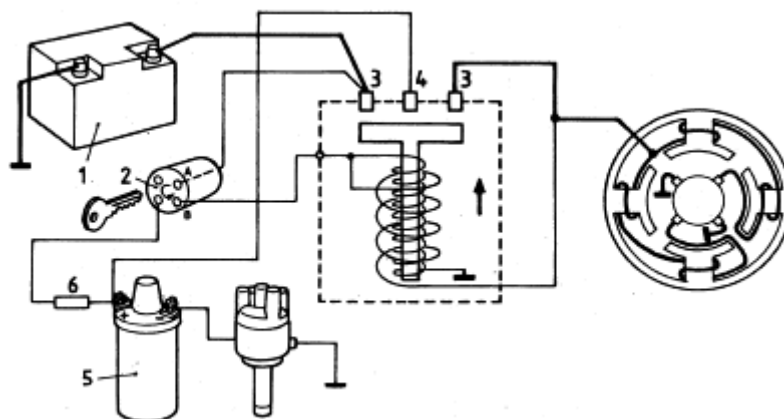

Figura 57: Esquema eléctrico da instalação do motor de arranque ([6])
A figura 57 indica o esquema eléctrico da instalação do motor de arranque. Em 1 temos a bateria e em 2 o interruptor de contacto. Através da chave a corrente passa de A para B, alimentando a bobina do relé. O induzido do solenóide avança no sentido da seta, estabelecendo o contacto entre as bornes 3 e 4. Com esta operação alimentamos o motor, ao mesmo tempo que a forquilha acciona o pinhão de ataque. Pela borne 4 passa a corrente que alimenta a bobina (5), colocando em curto-circuito a resistência auto-reguladora (6), a qual vai baixar a tensão para 10 volts, tensão normal para o funcionamento da bobina. No momento de arranque a queda de tensão é considerável (cerca de 10 Volts), esta resistência não vai actuar, o que facilita o arranque.